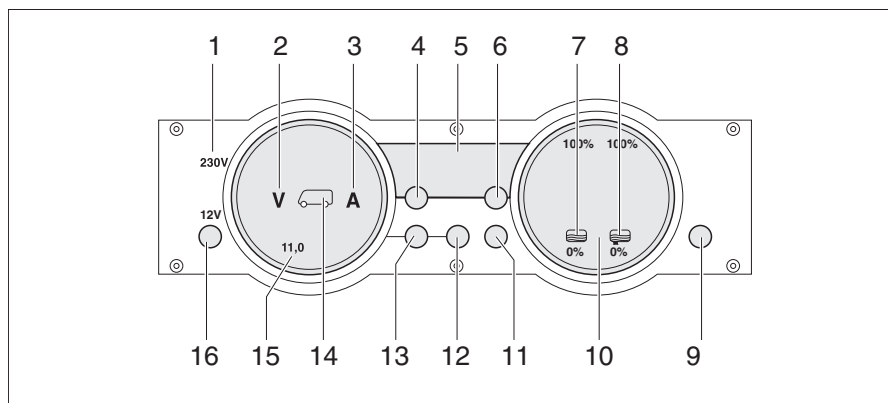

Fig. 246 Pannello di controllo MP 20-S
La spia di controllo 230 V (Fig. 246,1) si accende quando all'ingresso della centralina elettrica è presente una tensione di rete.
L'interruttore principale 12 V (Fig. 246,16) inserisce o disinserisce il pannello di controllo e l'alimentazione a 12 V dell'abitacolo.
- Premere brevemente il tasto "12 V" (Fig. 246,16). L'alimentazione a 12 V dell'abitacolo è inserita. L'indicatore di controllo "12 V" si accende.
- ▷ Se dopo l'accensione il LED "11,0" dell'indicatore dei volt e il simbolo dei Volt "V" (Fig. 246,2) lampeggiano nell'indicatore delle batterie (Fig. 246,15), la tensione della batteria dell'abitacolo è insufficiente. Caricare la batteria.
- ▷ Se dopo l'accensione l'indicatore di controllo "12 V", il simbolo della batteria dell'abitacolo (Fig. 246,14) e il simbolo dei Volt "V" (Fig. 246,2) lampeggiano per tre volte, significa che la separazione della batteria è attivata. Disattivare la separazione della batteria.
- Premere brevemente il tasto "12 V" (Fig. 246,16). L'alimentazione a 12 V dell'abitacolo è disinserita. L'indicatore di controllo "12 V" si spegne.
- Premere il tasto della batteria dell'abitacolo (Fig. 246,12) e tenerlo premuto per circa 10 secondi. Il simbolo dei Volt "V" (Fig. 246,2) e il simbolo degli Ampere "A" (Fig. 246,3) lampeggiano tre volte. La batteria dell'abitacolo è separata dalla rete di bordo a 12 V.
- Premere il tasto "12 V" (Fig. 246,16) e tenerlo premuto per 5 secondi. Il simbolo dei Volt "V" (Fig. 246,2) lampeggia tre volte. La batteria dell'abitacolo è collegata alla rete di bordo a 12 V. L'indicatore di controllo si accende dopo circa 2 secondi.
- Premere il tasto della batteria dell'abitacolo "🚗" (Fig. 246,12). Il simbolo dei Volt "V" (Fig. 246,2) si accende. Il simbolo degli Ampere "A" si accende con luce bianca o rossa a seconda del livello di carica o scarica delle batterie. La tensione della batteria e la corrente della batteria dell'abitacolo sono indicate dai LED sul pannello di controllo.
- Premere il tasto della batteria di avviamento "🚗" (Fig. 246,13). Il simbolo dei Volt "V" (Fig. 246,2) si accende. La tensione della batteria della batteria di avviamento viene indicata attraverso i LED nell'indicatore.
- Premere il tasto dei serbatoi "  " (Fig. 246,11). I simboli del serbatoio dell'acqua "  " (Fig. 246,7) e del serbatoio delle acque grigie "  " (Fig. 246,8) si accendono. I livelli di riempimento del serbatoio dell'acqua (scala a sinistra) e del serbatoio delle acque grigie (scala a destra) vengono visualizzati mediante i LED nell'indicatore.
Il simbolo Volt "V" (Fig. 246,2) e il LED "11,0" iniziano a lampeggiare non appena la tensione della batteria scende al di sotto di 11 V (misurazione durante il normale esercizio) con conseguente rischio che la batteria si scarichi totalmente.
Il simbolo del serbatoio dell'acqua  (Fig. 246,7) o il simbolo del serbatoio delle acque grigie  (Fig. 246,8) lampeggia se il serbatoio dell'acqua è vuoto o il serbatoio delle acque grigie è pieno.
Attraverso l'indicazione digitale (Fig. 246,5) è possibile visualizzare la temperatura interna e la temperatura esterna.
- Premere il tasto della temperatura interna  (Fig. 246,4). Viene indicata la temperatura interna.